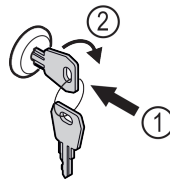

Fig. 165
- ▶ Schlüssel hineindrücken. Fig. 165 (1)
- ▶ Schlüssel um 90° im Uhrzeigersinn drehen. Fig. 165 (2)